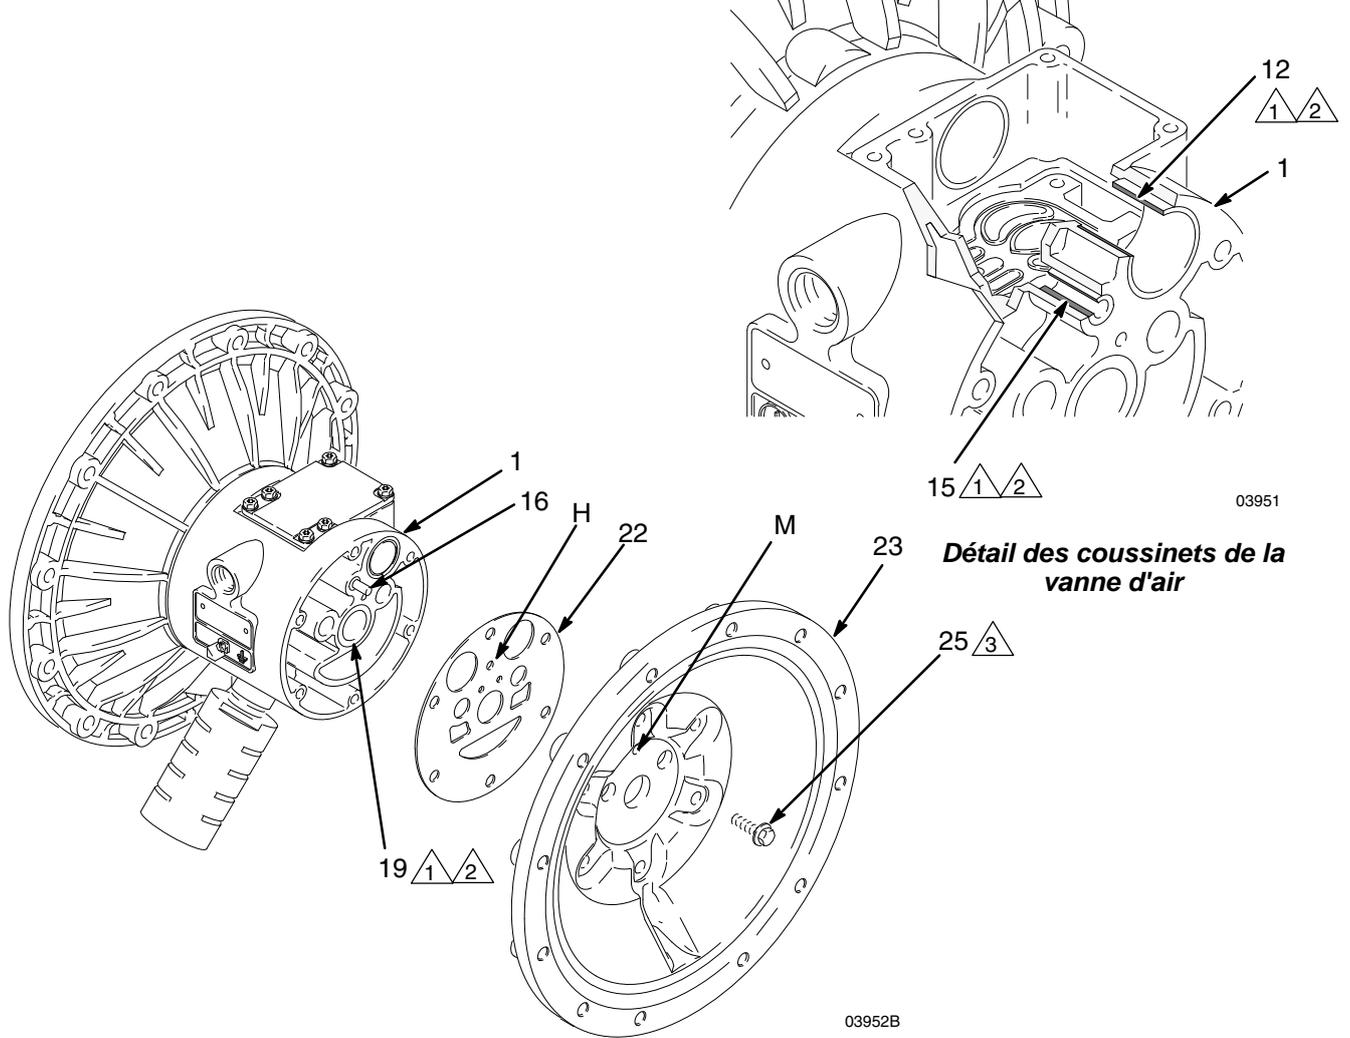

FIG. 13
5. Retirez les vis (25) maintenant les capots à air (23) sur le boîtier central (1) à l'aide d'une clé à douilles de 10 mm. Consultez FIG. 13.
6. Retirez les joints (22) des capots à air. Remplacez toujours les joints par des éléments neufs.
7. Utilisez un extracteur de coussinet pour retirer les coussinets (19) de l'axe de membrane, les coussinets (12) de la vanne d'air ou les coussinets (15) de l'axe de commande. n'enlevez pas les coussinets intacts.
1. S'ils ont été retirés, placez les joints en coupelle (402) de l'axe de sorte que les lèvres soient tournées vers **l'extérieur** du boîtier (1).
2. Les coussinets (19, 12 et 15) sont cintrés et ne peuvent être installés que dans un sens. Insérez les coussinets dans le boîtier central (1), **extrémité cintrée en premier**. Emmanchez le coussinet de sorte qu'il soit encastré dans la surface du boîtier central en utilisant une presse ou un bloc et un maillet en caoutchouc.
4. Placez le nouveau joint (22) de capot à air de sorte que l'axe de commande (16) dépassant du boîtier central (1) s'insère exactement dans l'orifice (H) adéquat du joint.
5. Alignez le capot à air (23) de sorte que l'axe de commande (16) entre dans l'orifice intermédiaire (M) parmi les trois petits orifices proches du centre du capot. Installez les vis (25) et serrez-les à la main. Consultez FIG. 13. Serrez les vis à l'opposé et de manière uniforme à un couple de 14 à 17 N•m (de 120 à 150 po-lb) à l'aide d'une clé à douilles de 10 mm.